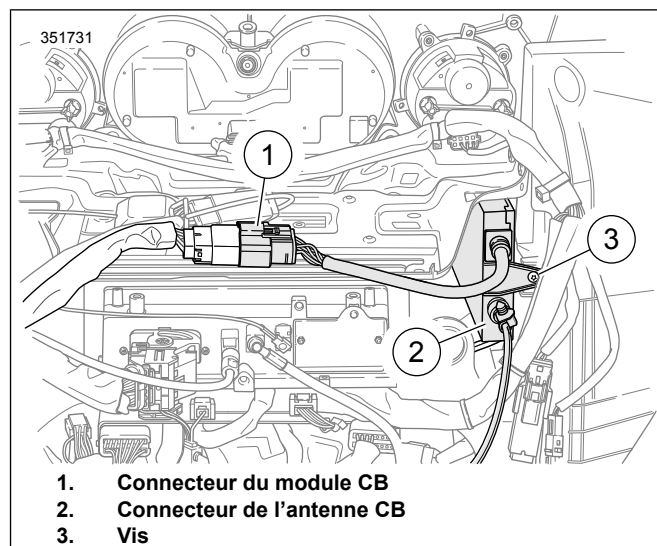

Figure 3. Connecteurs de faisceau du carénage interne
5. Consultez Figure 3 . Brancher le boîtier de douille à 12 emplacements à la CB [184] (1).